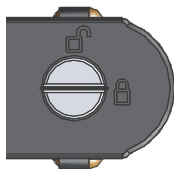

Рис. 1.
- 3.3. Закрепите источник питания в треке. Для фиксации источника питания в треке поверните винт замка в положение закрытого замка. Во избежание поломки замка не прикладывайте чрезмерных усилий при его повороте в одно из положений, рис. 1. Для снятия блока поверните винт в положение «открыто».